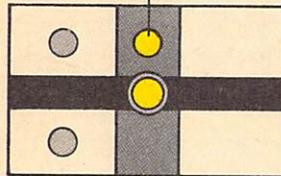

Bild 9
- (6) Der Bahnübergangszustimmungsabgabemelder beim besonderen BÜ-Beobachter zeigt gelbes Ruhelicht (vgl. Bild 9), wenn der besondere BÜ-Beobachter durch Bedienen der Bahnübergangszustimmungsabgabebetaste und der Bahnübergangstaste den BÜ freigemeldet hat. Erst danach leuchtet beim Wärter der Bahnübergangsfreimelder.